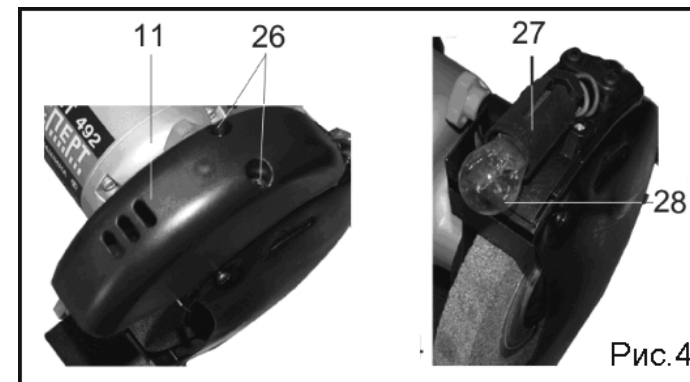

Рис.4
12. ЗАМЕНА ЛАМПЫ ОСВЕЩЕНИЯ (Рис.4)